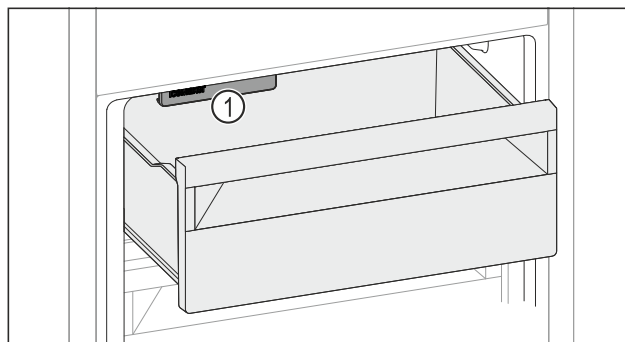

Fig. 266
- Tenere in considerazione l'IceMaker Fig. 266 (1).